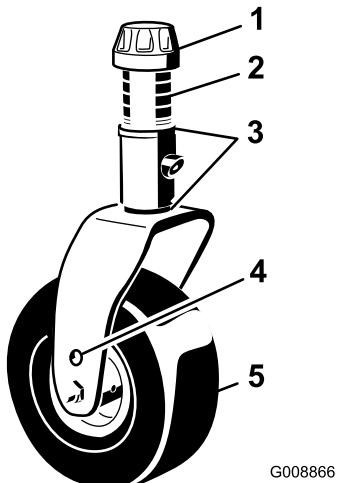

図 21
5. スピンドルシャフトからテンショニングキャップを取り外し、キャスターアームからスピンドルを取り出す **図 21**。